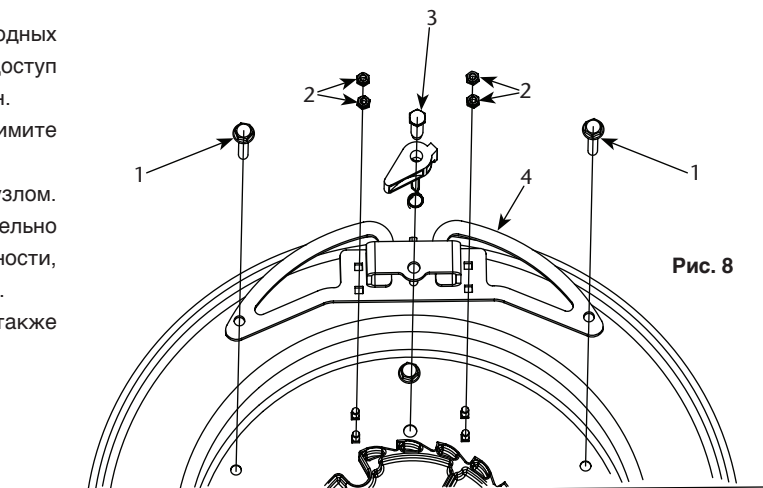

Рис. 8
2. Открутите 2 винта (1) (рис. 8) и 4 гайки (2) (рис. 8). Снимите сборку.
3. Очистите компоненты храповика или замените его новым узлом. В случае откручивания вала трещотки (3) (рис. 8), обязательно очистите резьбу и нанесите фиксатор резьбы средней прочности, прежде чем вкручивать его обратно в пластину (4) (рис. 8).
4. Установите его на место и затяните винты (1) (рис. 8), а также гайки (2) (рис. 8).